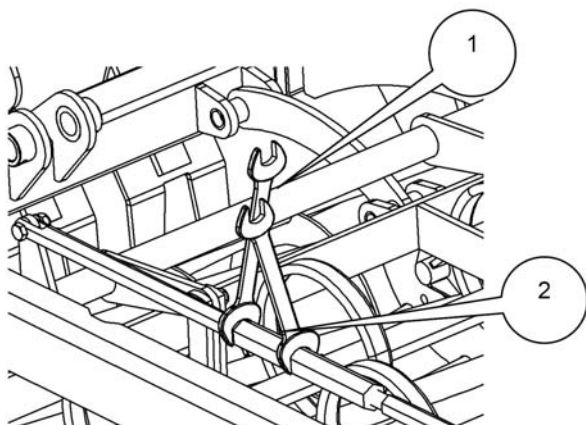

Fig. 18 Justering af tandsektionen
- vha. af en fastnøgle (1) og skruenøgle (2) løsnes kontramøtrikken (Fig. 18)